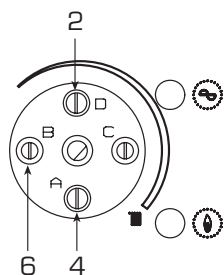

Рис. 2
- 1) Повернуть **против часовой стрелки**, до конца шкалы, триммер мощности отопления В (6 Рис. 2).
- 2) С помощью триммера регулировки минимальной мощности вентилятора А (4 Рис. 2) откалибровать сигнал воздуха пока не будет достигнуто значение ммН2О, как это указано на таблице:
- 4) С помощью триммера регулировки максимальной мощности вентилятора D (2 Рис. 2) откалибровать сигнал воздуха пока не будет достигнуто значение ммН2О, как это указано на таблице: